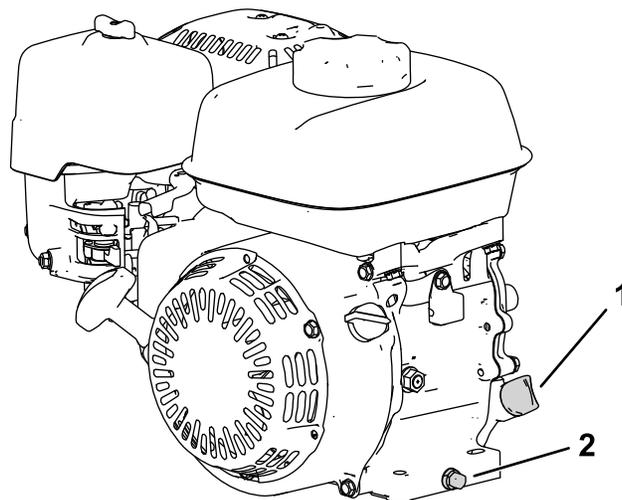

Figura 29
2. Posicione a máquina de forma que o motor fique nivelado e limpe a área ao redor do tubo de abastecimento do óleo (Figura 29).
- Retire o bocal de drenagem, a arruela e a vareta de nível (Figura 29).